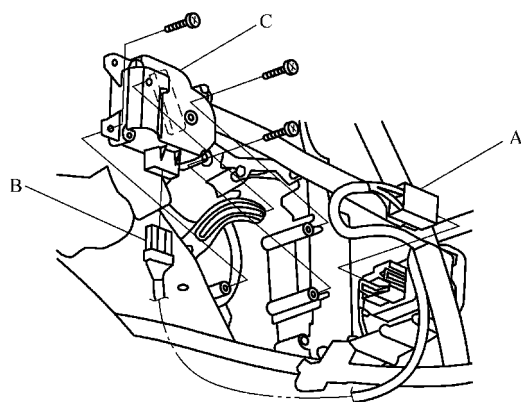

图 19-9 拆下乘客侧空气混合电动机
- 4) 如图 19-9 所示，从功率晶体管上断开 5 针连接器 A，并从乘客侧空气混合控制电动机 C 上断开 7 针连接器 B。将自攻螺钉和乘客侧空气混合控制电动机从加热器单元上拆下。